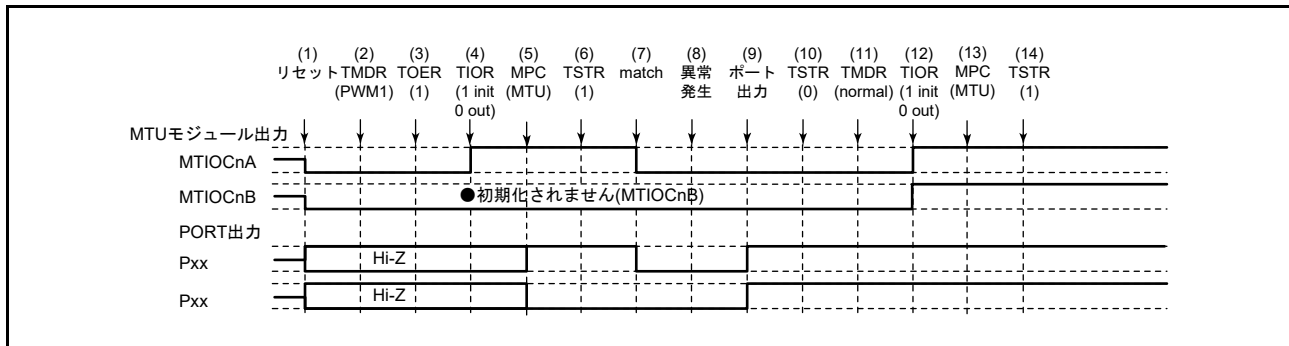

図 20.160 PWM モード1で異常が発生し、ノーマルモードで復帰する場合
PWM モード1で異常が発生し、再設定後ノーマルモードで再スタートする場合の説明図を図 20.160 に示します。
(1) ~ (10) は図 20.160 と共通です。
(11) PWM モード 1 で再スタートする場合には必要ありません。
(12) TIOR レジスタで端子を初期化してください (PWM モード 1 では MTIOCnB (MTIOCnD) 端子に波形が出力されません。出力すべきレベルがある場合は、I/O ポートのポート方向レジスタ (PDR)、ポート出力データレジスタ (PODR) で汎用出力ポートの設定をしてください)。
(13) MPC と I/O ポートのポートモードレジスタ (PMR) で MTU 出力としてください。
(14) TSTR (TSTRB) レジスタで再スタートします。
(11) PWM モード 2 を設定します。
(12) TIOR レジスタで端子を初期化してください (PWM モード 2 では周期レジスタに使用した TGR レジスタに対応する端子に波形が出力されません。出力すべきレベルがある場合は、I/O ポートのポート方向レジスタ (PDR)、ポート出力データレジスタ (PODR) で汎用出力ポートの設定をしてください)。
(14) TSTRA レジスタで再スタートします。
(11) 位相計数モードを設定します。
(12) TIOR レジスタで端子を初期化してください。
(14) TSTR レジスタで再スタートします。
- (11) 波形生成部の初期化のためノーマルモードを設定してください。
- (12) TIOR レジスタで PWM モード 1 の波形生成部を初期化してください。
- (13) TIOR レジスタで PWM モード 1 の波形生成部の動作を禁止してください
- (14) TOERA (TOERB) レジスタで MTU3、MTU4 (MTU6, MTU7) の出力を禁止してください。
- (15) TOCR1A、TOCR2A (TOCR1B, TOCR2B) レジスタで相補 PWM の出力レベルと周期出力の許可 / 禁止を選択してください。
- (16) 相補 PWM を設定します。
- (17) TOERA (TOERB) レジスタで MTU3、MTU4 (MTU6, MTU7) の出力を許可してください。
- (18) MPC と I/O ポートのポートモードレジスタ (PMR) で MTU 出力としてください。
- (19) TSTR (TSTRB) レジスタで再スタートします。